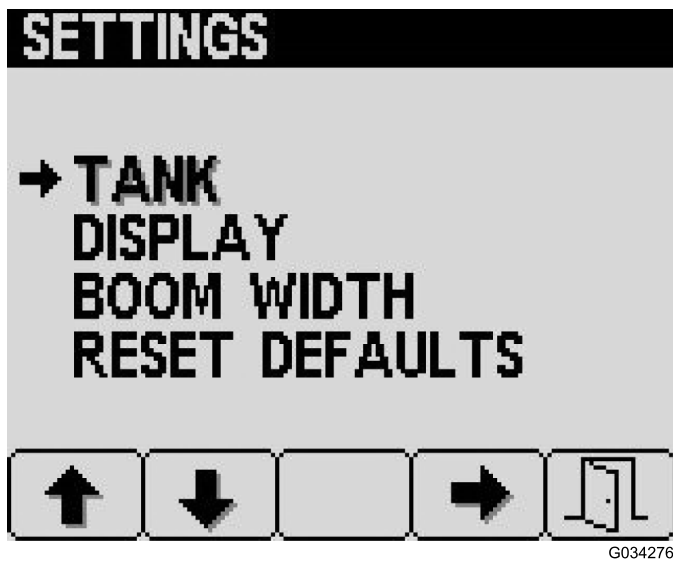

Figura 9
Para acceder a la pantalla Settings (Ajustes), pulse el botón 2 en la pantalla Main Menu (Menú principal) (Figura 6) hasta que llegue a Settings (Ajustes) y pulse el botón 4 para seleccionar Settings (Figura 9).
1. Pulse el botón 4 en la pantalla Settings (Ajustes) para seleccionar los ajustes de Tank (Depósito) (Figura 9).
1. Pulse el botón 2 en la pantalla Settings (Ajustes) hasta que llegue a los ajustes de Display (Pantalla) y, a continuación, pulse el botón 4 para seleccionar Display (Pantalla) (Figura 9).
Los ajustes de anchura del brazo se introducen previamente en la fábrica (Figura 9).